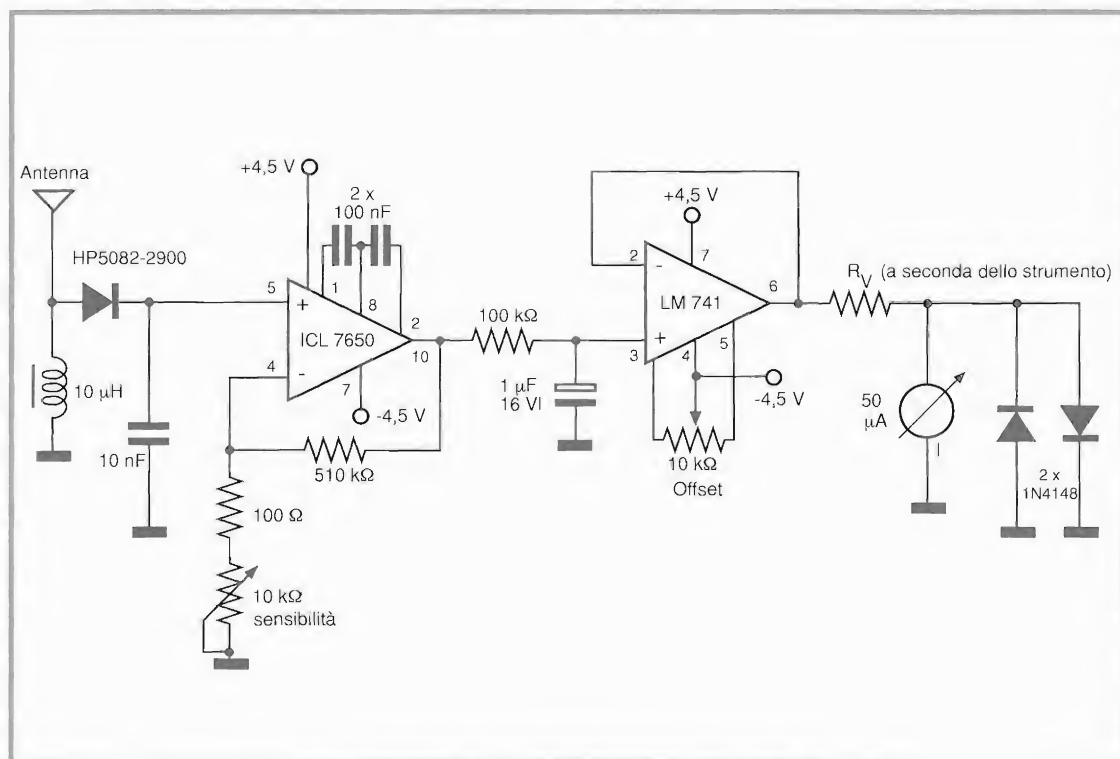

Figura 5.2. Schema elettrico dell'intercettatore.
**È** la versione migliorata del circuito precedente. Lo stadio di ingresso è assai simile, ma qui la rivelazione viene eseguita attraverso il diodo Schottky HP5082 come potete osservare dalla Figura 5.2. Anche i segnali più deboli vengono amplificati dal sensibile ICL7650 il cui guadagno viene regolato per mezzo del trimmer da 10 k $\Omega$ . La stabilità dello stadio è assicurata dai due condensatori da 100 nF che introducono una reazione alle frequenze più elevate.